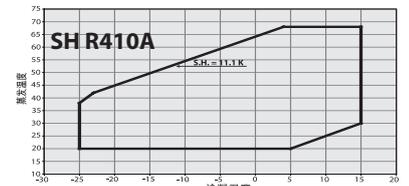

图6
• PERFORMER®涡旋压缩机只能在设计目的和一定的适用范围内使用（参照图6）。